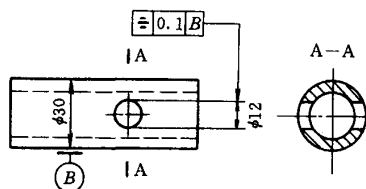
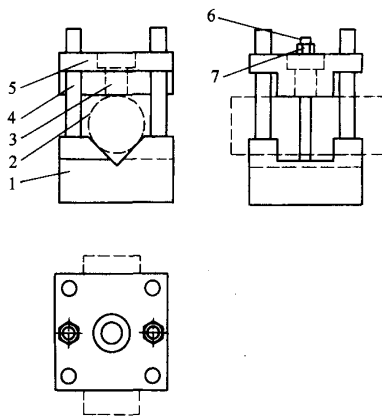

图 1
图 2
(1) 本工序是在普通钻床上加工,钻 $\phi 12\text{mm}$ 孔,传统加工方法是划线后夹在平口钳上加工。(见图 1)
(2) 传统加工方法的弊端,加工时,不容易找准位置,划线也有误差,钻头没有导向,容易偏离中心,保证不了对称度,造成废品。
③定位套 起定位作用,工件以内孔和端面定位限制 5 个自由度,另一个旋转自由度由定位销 9 限制,工件在夹具中属于完全定位。定位套必须保证两端外圆表面同轴度误差及端面圆跳动在 0.01mm 之内。材料采用 T8A。
(4) 夹具结构特点
①夹具和工件随车床主轴一起旋转,夹具的平衡性好。
②加工的工件表面是回转环形封闭油槽,夹具具有定心作用。
③本夹具通用性较好,只要更换靠模和定位套可以加工同类其他工件。夹具操作简单,加工质量稳定。冷
(3) 夹具结构及使用方法 (见图 2) 通过 4 根可滑动的导向柱 4 保证钻套 3 中心与 V 形铁 1 中心对正,又通过 V 形铁使工件 2 外圆的最高点与台阶上夹板 5 钻套中心上下对正,压紧螺栓 6 压紧工件后,这样钻出的孔能够满足图 1 的对称度要求。此夹具最大的优点是,采用 V 形铁 1 和台阶上夹板 5 可以适用更大范围管的直径 (本人设计的夹具适用于 $\phi 8 \sim \phi 60\text{mm}$ 的管)。根据管上孔的大小更换不同的钻套 3,这样就能使不同直径的管和管上不同直径的孔适用此夹具,且加工出合格的工件。